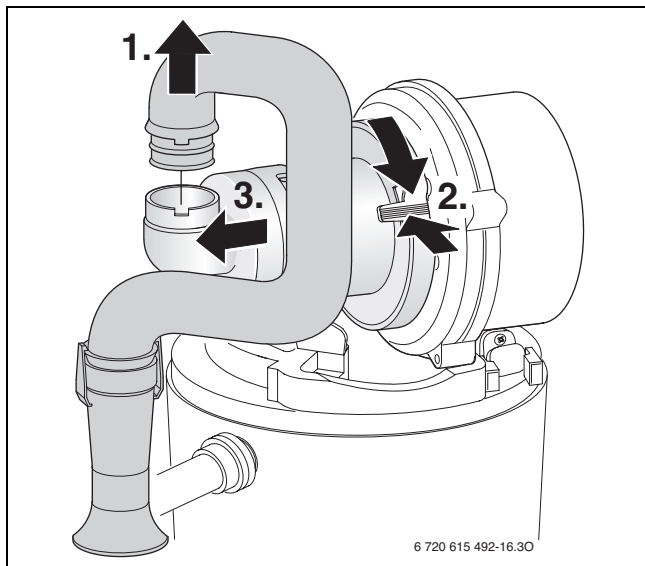

Bild 71
- ▶ Mischeinrichtung nach Bild 71 ausbauen.